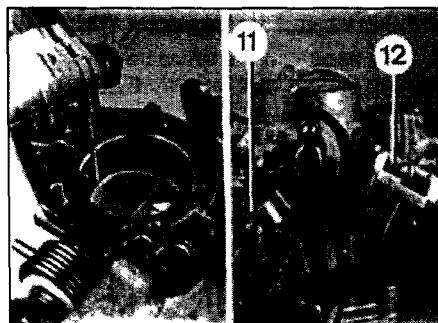

Рис. 4.13 Установка хвостовика сверла для измерения зазоров в приводе пускового устройства
- 13 Хвостовиком сверла измерьте зазор между кромкой дроссельной заслонки и стенкой камеры. Размер сверла записан в Спецификациях. Измерение проводите со стороны, противоположной переходным отверстиям (рис. 4.13).